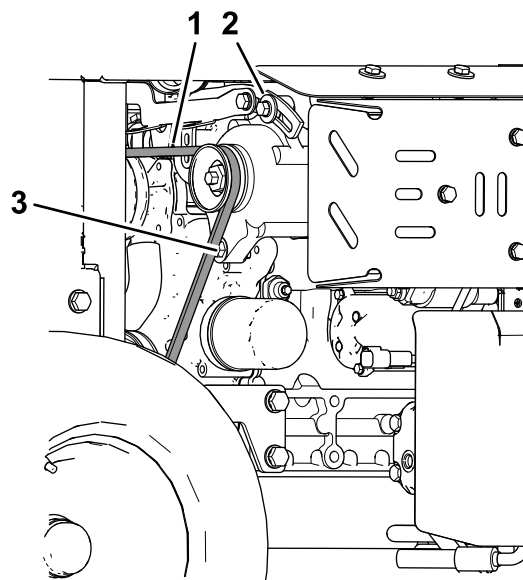

Figura 77
4. Allentate il bullone orientabile dell'alternatore e il bullone di bloccaggio (Figura 77).
6. Serrate il bullone di bloccaggio dell'alternatore (Figura 77).
7. Serrate il bullone orientabile dell'alternatore (Figura 77).